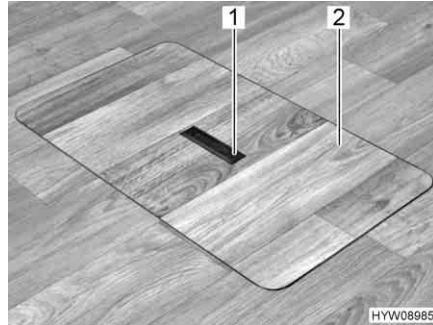
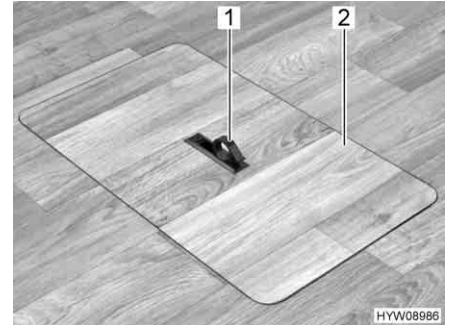

Fig. 21 Copertura vano pavimento (maniglia abbassata)
Fig. 22 Copertura vano pavimento (maniglia estratta)
- Spingere la piastra di presa (Fig. 21,1) verso il basso da un lato. La maniglia (Fig. 22,1) viene ruotata verso l'alto.
- Alzare la copertura (Fig. 22,2).
- Collocare la copertura (Fig. 22,2) nell'intelaiatura presente sul fondo.